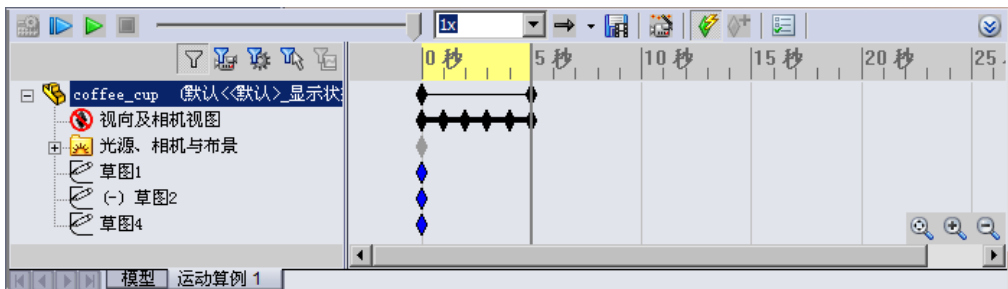

图 9.2.5 运动算例界面
Step5. 单击 **下一步(N) >** 按钮，系统切换到“动画控制选项”对话框，在 **时间长度(秒)** 文本框中输入数值 5.0，在 **开始时间(秒)(S)** 文本框中输入数值 0，单击 **完成** 按钮，完成运动算例的创建。运动算例界面如图 9.2.5 所示。